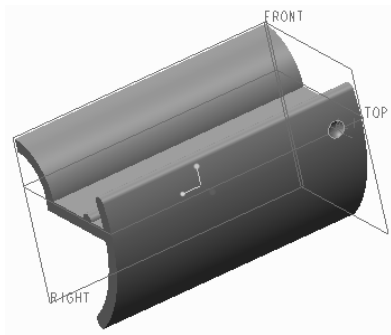

图 5-82 创建旋转切口的效果
⑥ 默认的旋转角度为 360° 。预览满意后,单击“完成”按钮,创建的旋转切口如图 5-82 所示。
① 确保选中上步骤刚创建的旋转切口特征,单击“阵列”按钮。
② 在“阵列”选项卡的“阵列类型”选项下拉列表框中选择“填充”选项。
③ 单击“参考”选项标签,打开“参考”面板,接着单击该面板中的“定义”按钮,弹出“草绘”对话框。